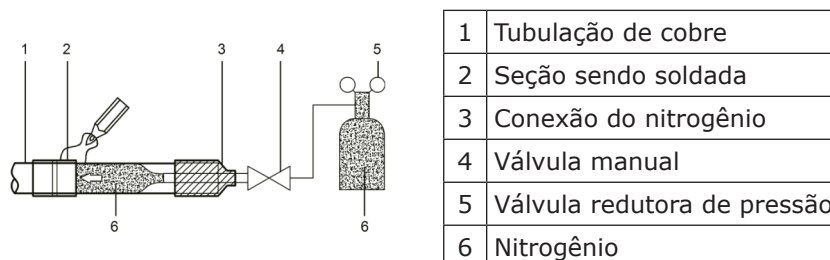

Figura 21
- Durante a soldagem, quando o tubo está cheio de nitrogênio, a pressão do nitrogênio deve ser reduzida para 0,02 MPa usando a válvula de liberação de pressão. Consulte a Figura 21.